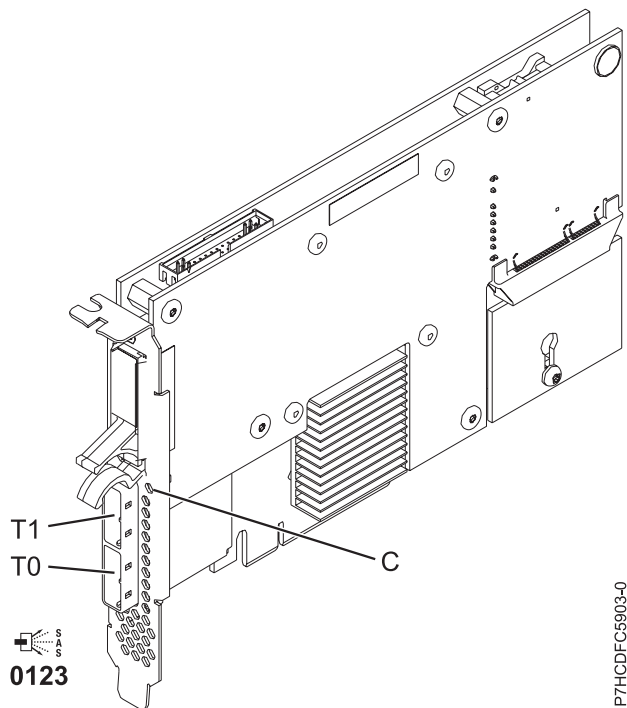

Figure 50. Carte SAS RAID PCIe double accès - x4 3 gigabits
L'adaptateur 5805 possède un voyant ((C) dans la figure 50, à la page 131) qui clignote si des données sont présentes en cache. Le voyant de présence de données en cache clignote lorsqu'il y a de possibles données présentes dans le cache de l'adaptateur. Si le voyant indiquant la présence de données en cache clignote, ne remplacez pas le bloc de batteries de cache. S'il est remplacé pendant que le voyant clignote, les données en cache seront perdues. Voir la figure 50, à la page 131 pour localiser le voyant de présence de données en cache sur cet adaptateur.